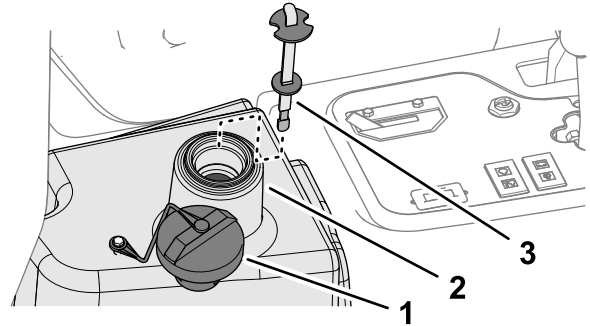

Figura 84
2. Limpie la zona alrededor del cuello de llenado y el tapón del depósito de fluido hidráulico (Figura 84) y retire el tapón.